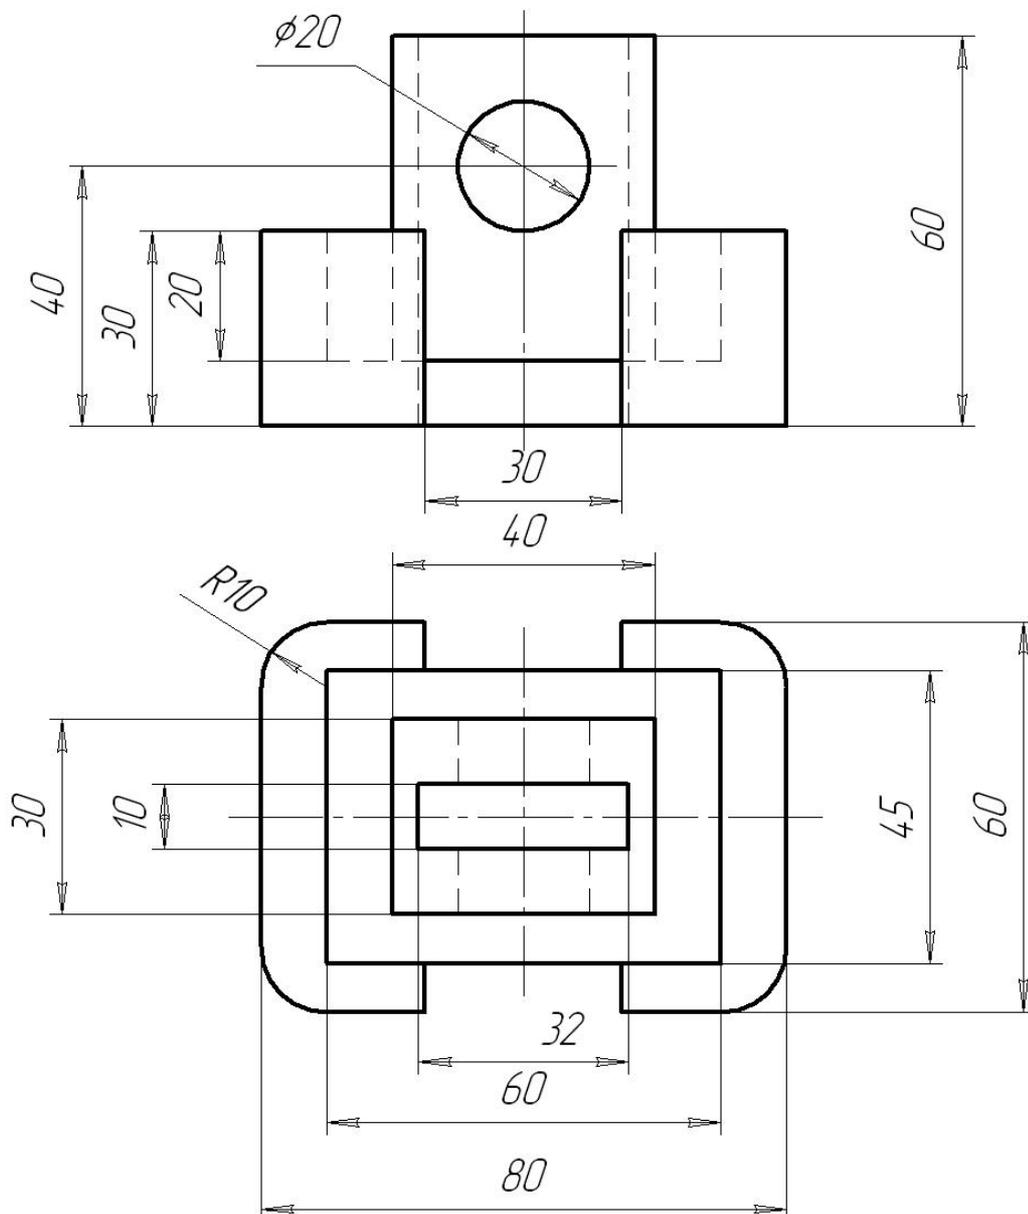

Рисунок 49
1. Построение начинается с выбора основания. За основу принимается призма с размерами $60 \times 80 \times 30$ мм (рисунок 49).